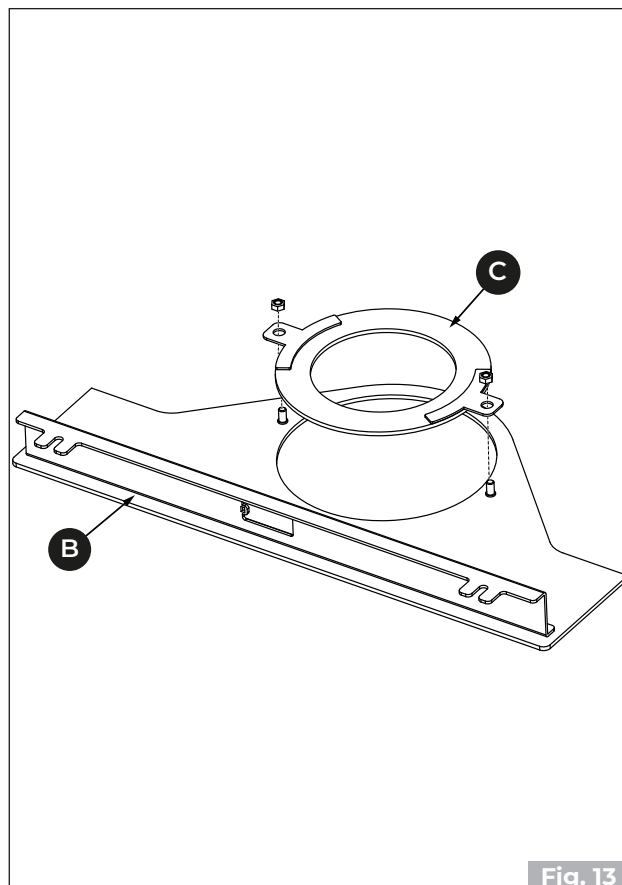

Fig. 13
- Ruotare il piano **(B)** e togliere il supporto **(C)** ove previsto il tubo concentrico. **(Fig. 13)**